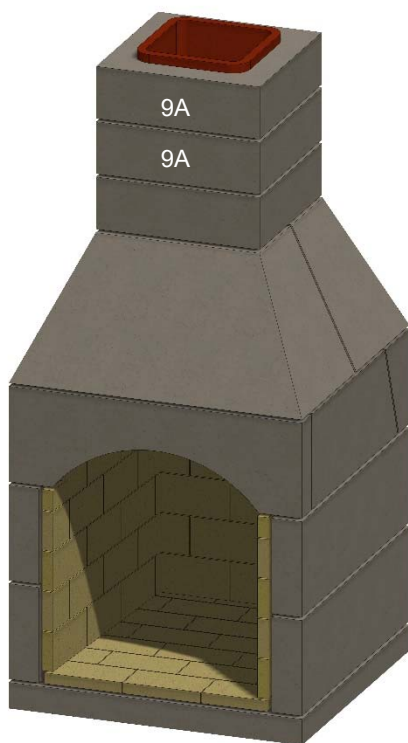

Figura 21. Chimenea completa
N. Instale el resto de las secciones de la chimenea (9A), cubriendo completamente cada pieza con mortero y rellenando el hueco entre las tejas de arcilla de cada sección. Reforzar las juntas para crear una transición suave entre cada sección de la chimenea. Tenga en cuenta que si una baldosa está astillada o ligeramente fuera de escuadra, puede utilizarse siempre que las juntas se rellenen y alisen con mortero de alta temperatura. Véase la figura 21.